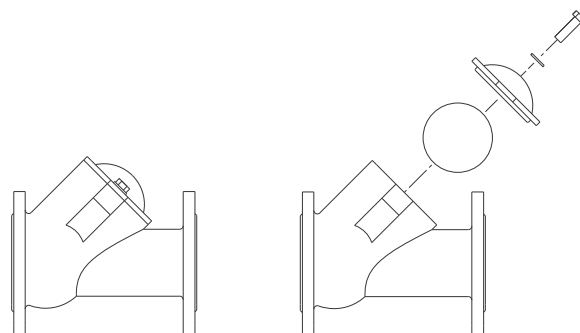

Fig. 30 Clapet anti-retour
3. Retirez les deux vis du couvercle du clapet anti-retour. Voir fig. 30.